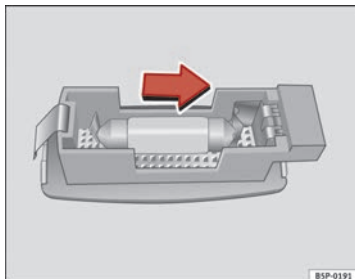

Abb. 200 Ausbau der Leuchte in der Sonnenblende
- Hebeln Sie das Lampenglas mit einem Schraubendreher vorsichtig an der Vertiefung heraus, wie dies im Bild gezeigt wird ⇒ Abb. 200.
- Nehmen Sie die Glühlampe in Pfeilrichtung heraus ⇒ Abb. 200. ■